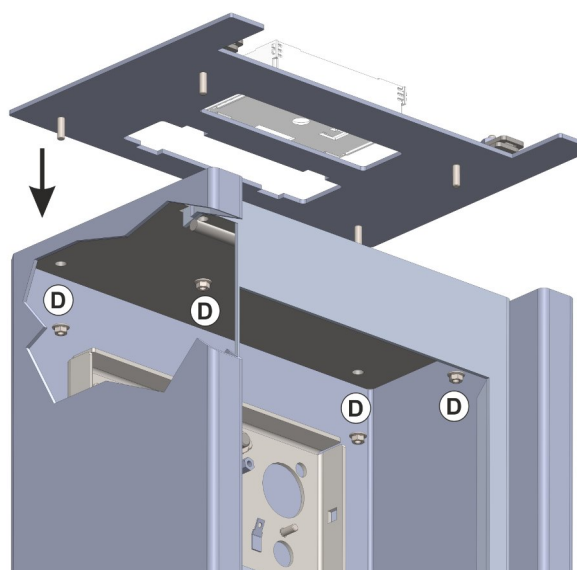

Abb. 23: Montage der Grundplatte des Säulendachs DA950-3 auf dem Säulenkörper
- ◆ Bitte setzen Sie die Grundplatte des DA950-3 mit Elektronik auf den Säulenkörper und verschrauben diese von unten durch die Montageöffnung für das SD950 mit den 4 Muttern (D) (siehe Abb. 23)